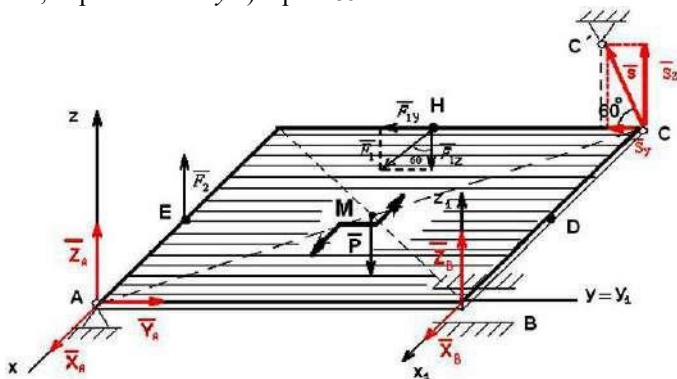

Рис. 59
две составляющие :  $S_z = S \cdot \sin 60^\circ$  ;  $S_y = S \cdot \cos 60^\circ$  (так как стержень  $CC'$  в плоскости , параллельной  $yz$  ) – рис. 59.
2. Вводим систему отсчета  $BX_I Y_I Z_I$  (рис.59). Для полученной пространственной произвольной системы сил для определения шести неизвестных реакций опор –  $\overline{X}_A$ ,  $\overline{Y}_A$ ,  $\overline{Z}_A$ ,  $\overline{X}_B$ ,  $\overline{Y}_B$ ,  $\overline{S}$  – можно составить шесть уравнений равновесия: